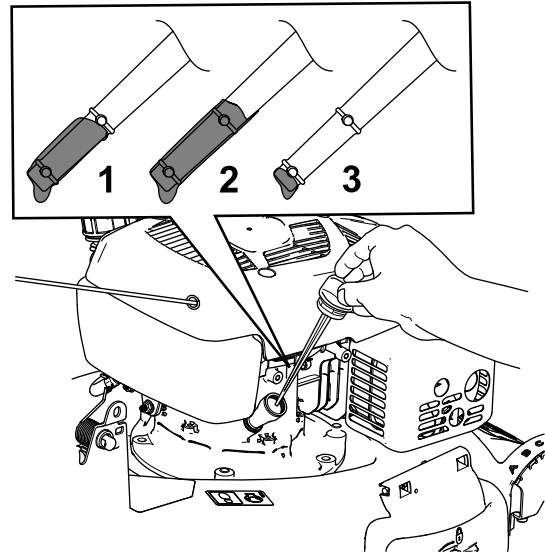

Figure 42
10. Vérifiez le niveau d'huile indiqué par la jauge (Figure 42).